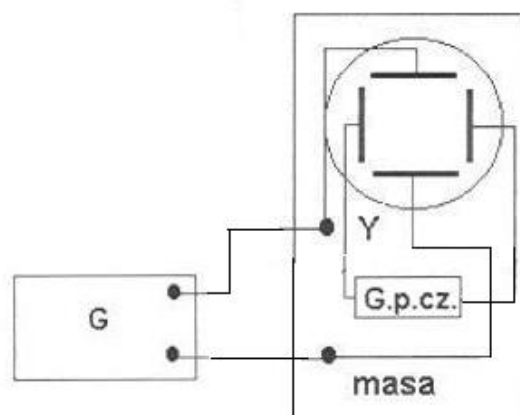

Rys. 2 Schemat układu do obserwacji ruchu plamki na ekranie oscyloskopu.
1. Zmontować układ przedstawiony na schemacie rys.2,